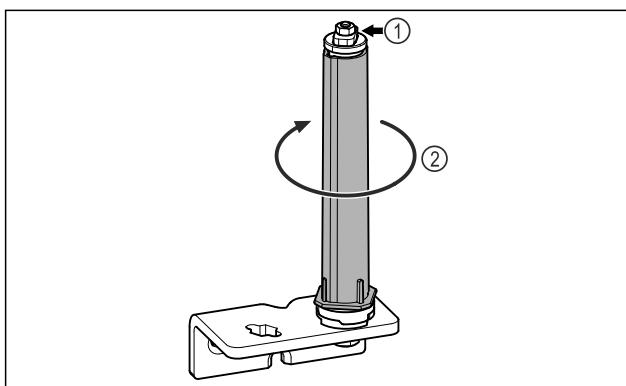

Fig. 18
► Ne razstavite sistema za zaklepanje vrat Fig. 18 (1).
► Obračajte zaporni sistem Fig. 18 (2), dokler ne klikne.